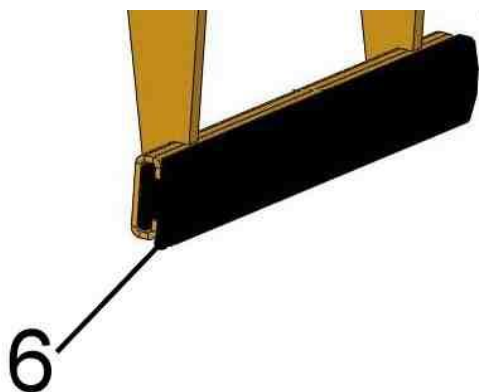

Fig. 1
Inspección periódica de la suciedad (por ejemplo, pequeñas partículas de piedra) en el área superior (ver "X" en la figura 2) de los remaches de goma (6) →ver fig.1 / fig.2.